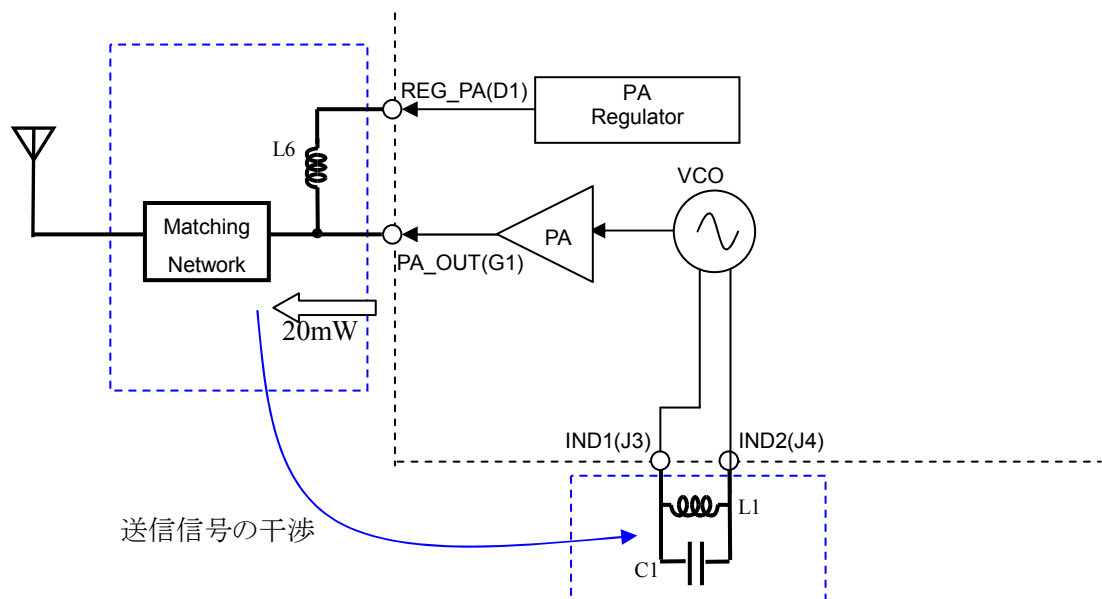

図 5.2.1 VCO タンク回路構成時の注意
2. 図5.2.1に示すようにPA\_OUT(G1)端子より20mWを超えるRF信号が出力されます。この信号がL1,C1に混入するとPLLのロック外れが起こることがありますので次の対策をしてください。